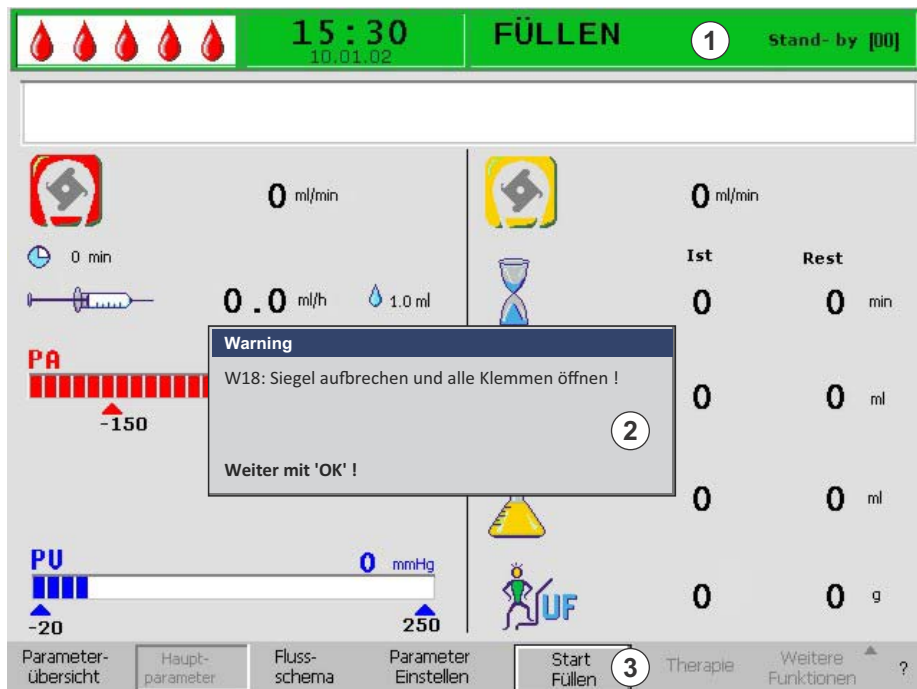

Abb. 5-2 Bildschirm *Hauptparameter* - Starten des Füllens
- ↪ Der Bildschirm *Hauptparameter* wird standardmäßig angezeigt. Die Statuszeile zeigt die aktuelle Phase (*Füllen*) und den aktuellen Schritt der Phase (*Stand-by [00]*, Abb. 5-2, ①) an. In der Menüleiste steht der Cursor auf *Start Füllen* (③). Die Schrift wechselt zwischen schwarz und grau (blinkt) um anzuzeigen, dass eine Eingabe vom Anwender erwartet wird.
- ↪ Das Hinweisfenster erscheint mit der Meldung *W18: Siegel aufbrechen und alle Klemmen öffnen !* (②).